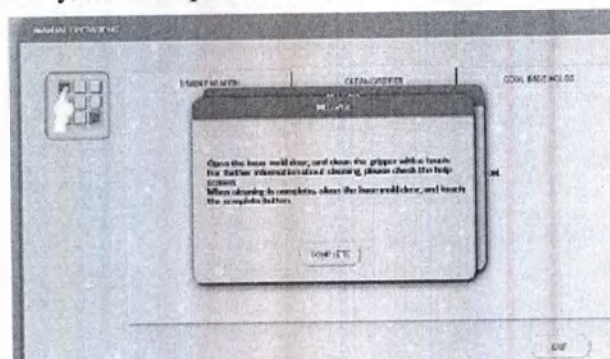

Рисунок 5XX
5. Будет отображаться сообщение, когда захват переместится в позицию очистки (рис.5XX).